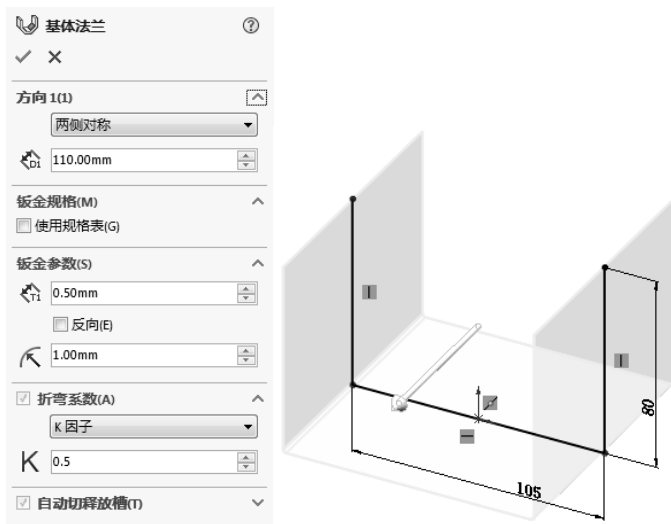

图 10-148 生成基体法兰特征操作
3) 生成基体法兰特征。单击草图 1, 然后单击“钣金”控制面板中的 (基体法兰/薄片) 按钮, 或选择“插入”→“钣金”→“基体法兰”菜单命令, 在“基体法兰”属性管理器“方向 1”的“终止条件”下拉列表中选择“两侧对称”, 在“深度”文本框中输入数值“110”, 在“厚度”文本框中输入数值“0.5”, 圆角半径值为“1”, 其他设置如图 10-148 所示。最后单击 (确定) 按钮。